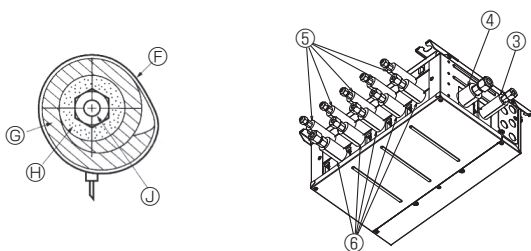
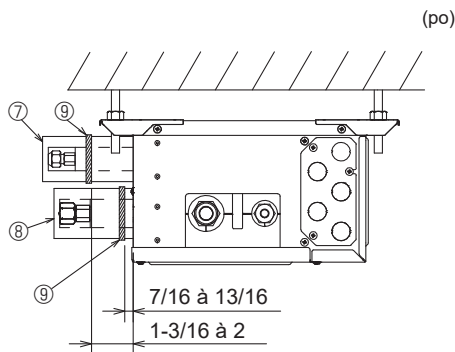

Fig. 7-3
Fig. 7-4
• Isolez les tuyaux de liquide et de gaz du boîtier de dérivation en appliquant de la mousse polyéthylène résistante à la chaleur tout autour. (Fig. 7-3)
- (5) Appuyez les cache-tuyaux ③ et ⑤ sur les tuyaux de liquide contre l'appareil et enroulez-les pour les maintenir en place. (Fig. 7-3)
- (6) Appuyez les cache-tuyaux ④ et ⑥ sur les tuyaux de gaz contre l'appareil et enroulez-les pour les maintenir en place. (Fig. 7-3)
- (7) Fixez les sangles fournies ⑨ à 7/16-13/16 po (10 à 20 mm) de chaque extrémité des cache-tuyaux (③④⑤⑥).
- (8) Si l'appareil intérieur n'est pas raccordé, raccordez les cache-tuyaux (avec les bouchons, ⑦ et ⑧) sur les branchements des tuyaux de réfrigérant du boîtier de dérivation contre l'appareil afin d'éviter un écoulement de condensation des tuyaux. (Fig. 7-4)
- (9) Fixez les cache-tuyaux (⑦⑧) à l'aide des sangles fournies ⑨.
- ⑨ Sangle (3.1. Accessoire n° ⑨)
- ③ Cache-tuyaux (3.1. Accessoire n° ③④⑤⑥)
- ⑧ Isolant thermique pour tuyau de réfrigérant
- ④ Tuyau de réfrigérant
7.2. Gestion des orifices de raccordements qui ne sont pas raccordés à l'appareil extérieur (Fig. 7-4)